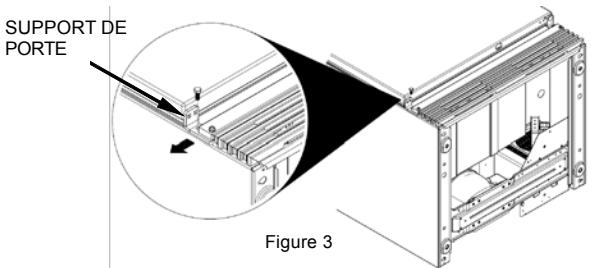

Figure 3
- Retirez le support de porte inférieur et vissez la charnière de porte sur le côté opposé à l'aide d'une clé à douille de 3/8 po (Fig. 3).